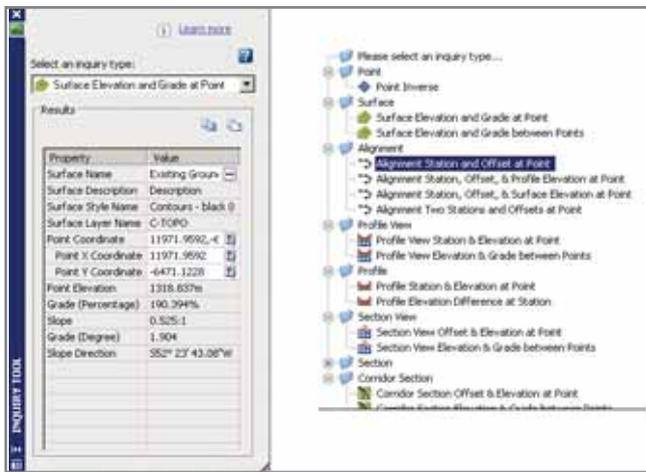

Рис. 5
- Новое окно инструментов запроса (*Inquiry Tool*) позволяет получать по запросу любую информацию, касающуюся любого объекта Civil 3D, будь то поверхность, осевая, профиль, коридор, поперечный профиль, точка или другой объект (рис. 5). Результаты запроса можно скопировать в буфер или вывести в виде текста.